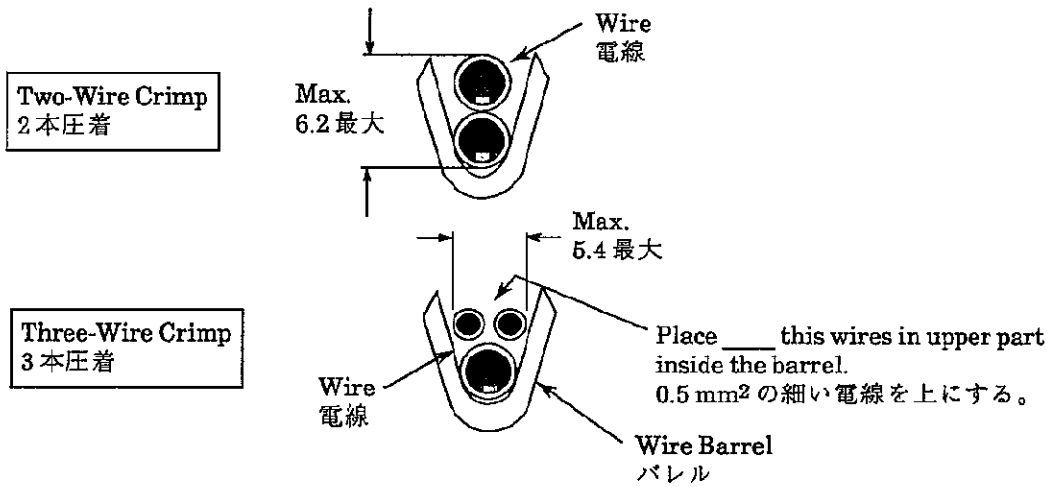

Fig. 6
1. When to make a two-wire or a three-wire crimp in the same barrel, stack wires as shown in Fig. 6. In this case, outside diameter of their insulation shall conform to that given in Fig. 6.
1. 2本及び3本圧着の場合は、電線を Fig. 6 のように重ねて圧着する。この場合2本及び3本圧着の絶縁被覆外径の規制は Fig. 6 の通りである。